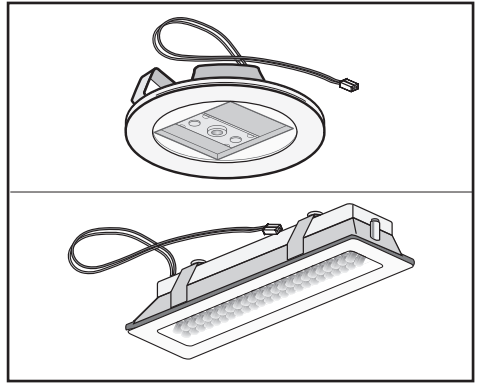

Fig.7
• **Udskiftning af LED lamperne (Fig.7):**